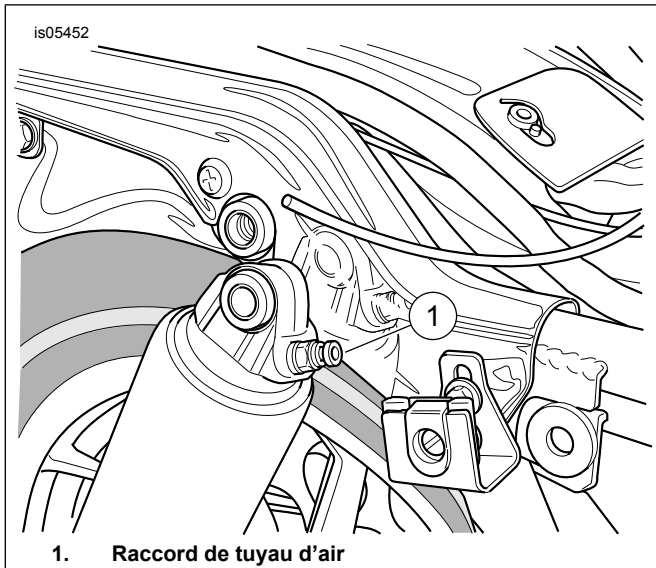
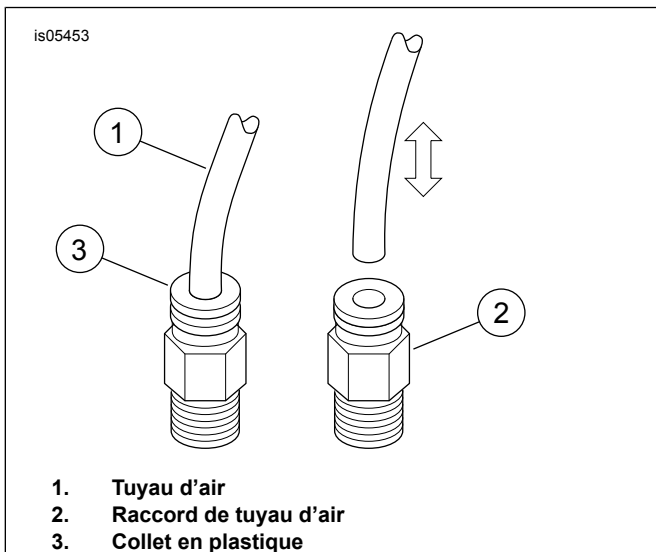

Figure 1. Amortisseur arrière
Figure 2. Retrait et installation du tuyau d'air
7. Consultez Figure 1 et Figure 2. Retirez les tuyaux d'air des raccords des tuyaux de l'amortisseur.